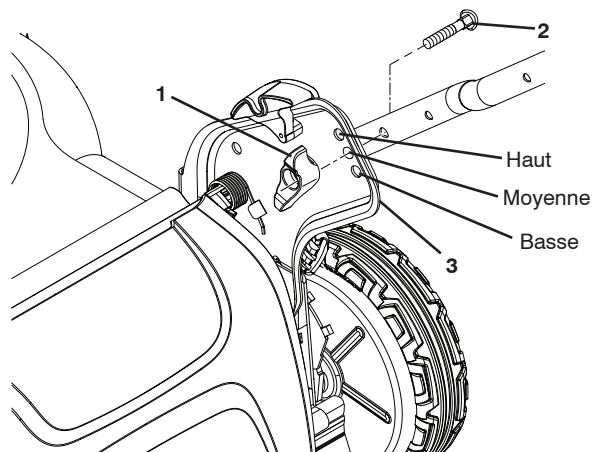

Figure 28
1. Enlevez le bouton et le boulon de chariot sur un (1) côté du guidon inférieur (Figure 28).